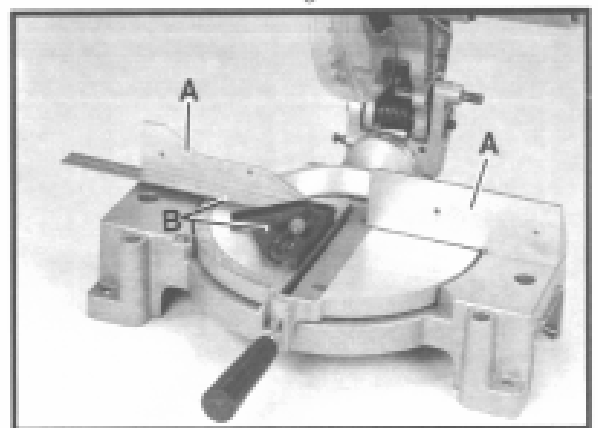
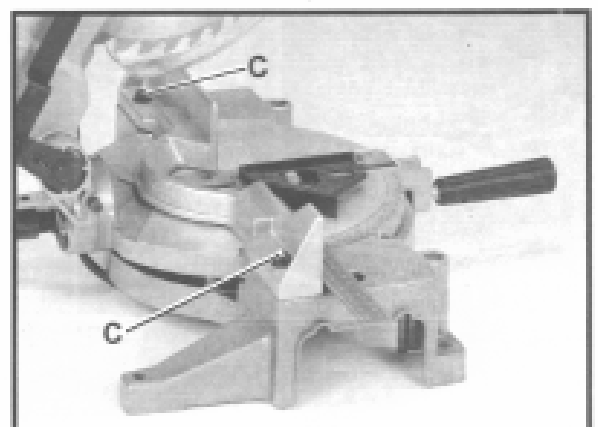

Fig. 22
Fig. 23
Der Anschlag (A) Fig. 22 muss bei Demontage oder ersetzen wie folgend eingestellt werden:
3. Sie benötigen einen Winkel (B) Fig. 22. Den Winkel parallel zur Kante der Tischeinlage legen. Die zwei Schrauben (C) Fig. 23 lösen und den Anschlag (A) Fig. 22 zum Winkel stellen, so dass der 90° Winkel stimmt.
4. Die 2 Schrauben (C) festziehen.